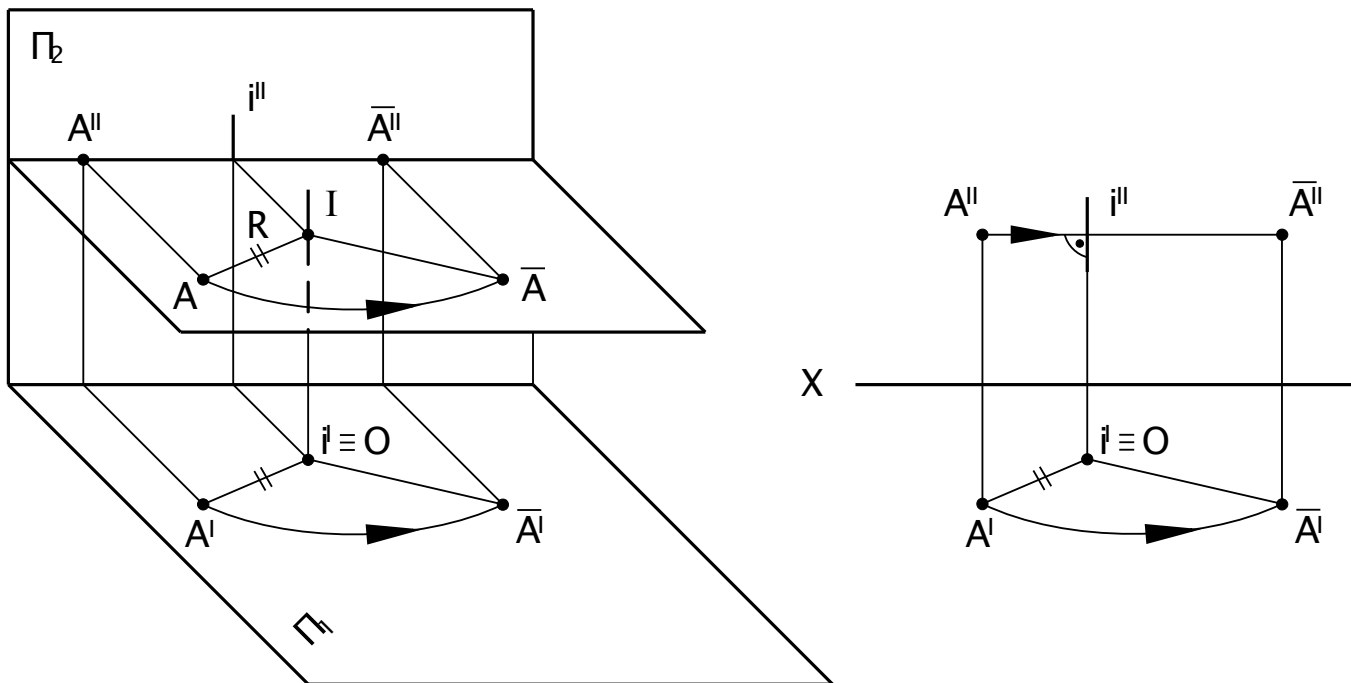

Рис. 24
4. Ось вращения может быть задана или выбрана, в последнем случае выгодно расположить ось перпендикулярно к одной из плоскостей проекций, так как при этом упрощаются построения (Рис. 24).